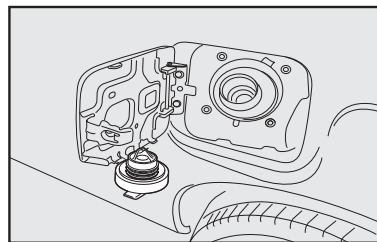

fig. 83
- após a retirada da tampa, encaixe-a no suporte existente na portinhola **fig. 83**.